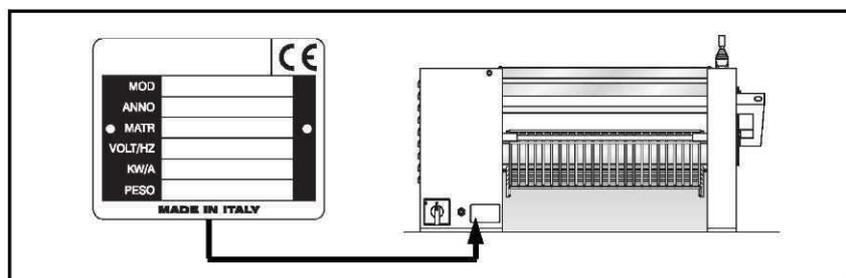
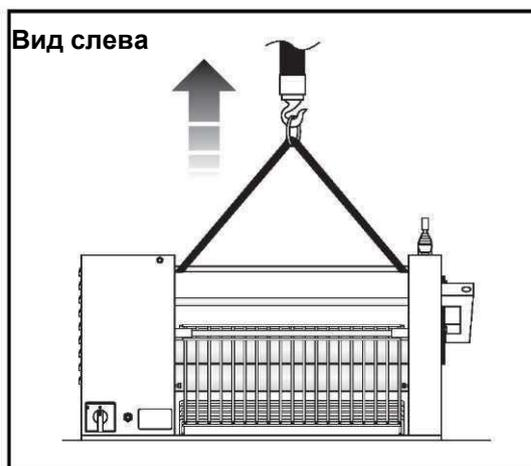

Рис.2 (маркировка CE)
Рис.5 (Подъем машины краном)
Маркировка СЕ выполнена в виде алюминиевого значка красного цвета с шелкографией, (закреплена 2 заклепками, как показано на **Рис. 2**). На табличке в легко читаемой и нестираемой форме обозначена следующая информация:
- 1- Снять короб для муки (**рис.2-поз.10**), который крепится двумя винтами по бокам; Подвести подходящие стропы или тросы (в соответствии с действующими нормами) под штанги по бокам (**см. рис. 5**);
Красная грибовидная кнопка смонтирована справа на боковой поверхности машины над выступом (**рис.2-поз.7**) и снабжена блокировкой с возможностью возврата в исходное положение только вручную. После нажатия на кнопку происходит мгновенная остановка раскаточных валков.
Решетки выполнены из пластифицированной стальной проволоки (**рис.2-поз.18/19**), установлены на петлях на выступах машины и предназначены для предотвращения попадания в опасную зону раскаточных валков. Решетки оборудованы двумя микровыключателями, которые мгновенно останавливают машину при поднятии решеток, что позволяет избежать случайного доступа к зоне раскатки.
- 2- Убедиться, что **предохранительная решетка** опущена (рис.2-поз.18/19);
- 3- Убедиться, что **короб для муки** правильно установлен (рис.2-поз.10);
- 4- Убедиться, что **кнопка аварийного останова** не нажата (рис.2-поз.7);